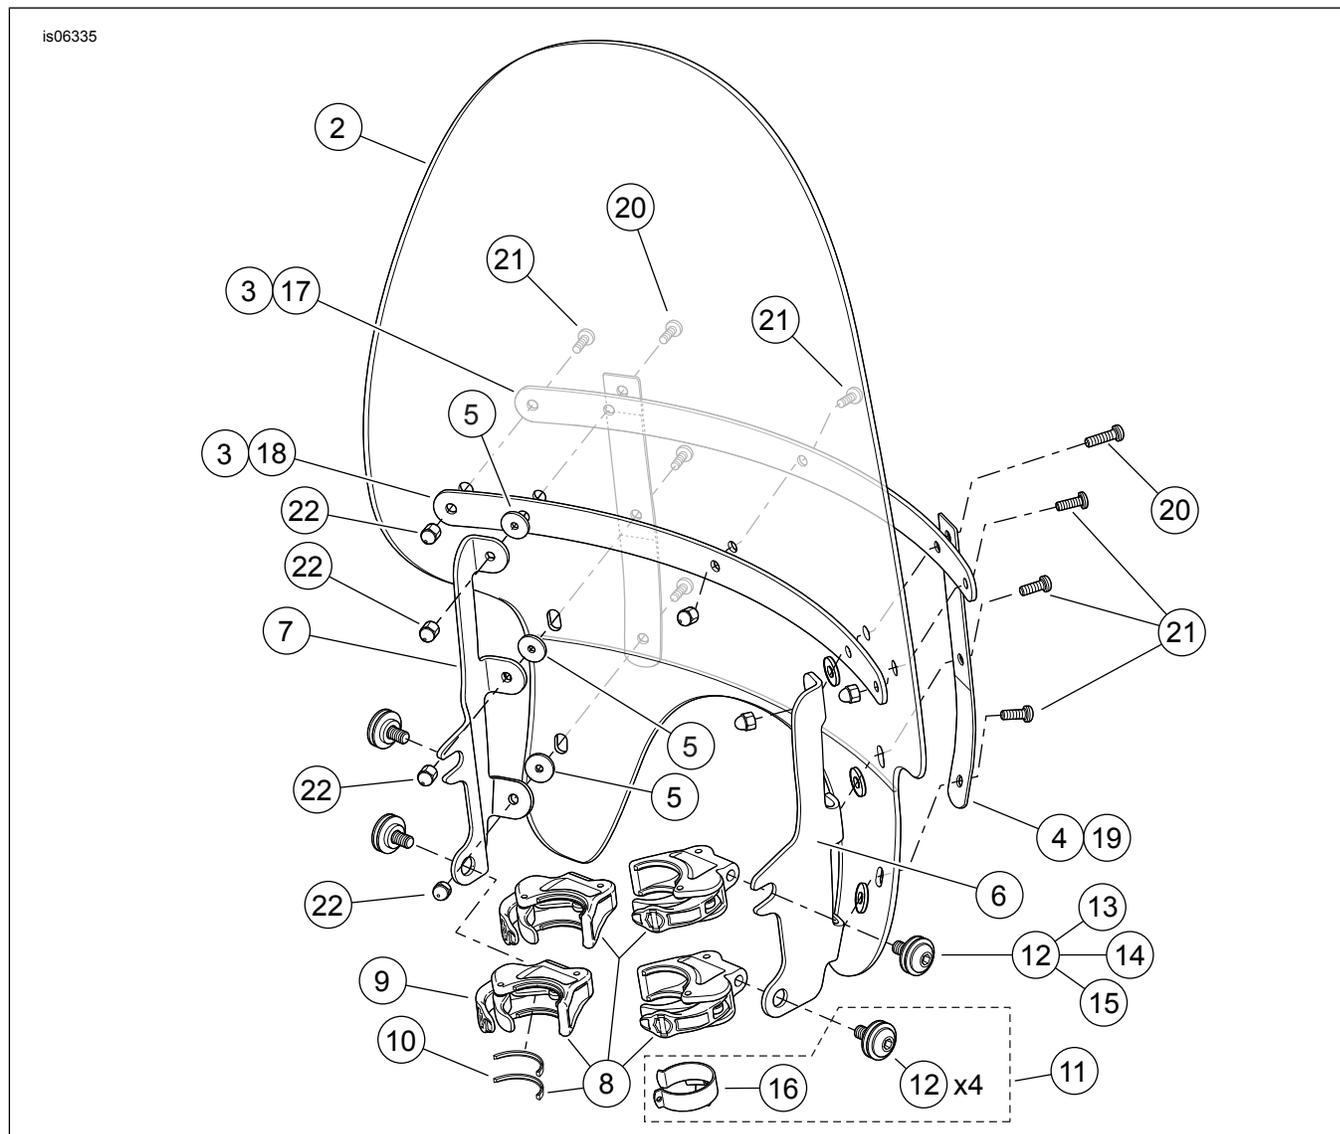

Figura 2. Parti di ricambio, parabrezza a sgancio rapido XL1200X
Vedere Figura 2 e Tabella 2.
2. Vedere Figura 2 Rimuovere i gruppi dei morsetti (8) e il kit di bulloneria (11) dall'imballaggio e separare le parti simili per prepararsi al montaggio.
3. **Tutti i kit.** Centrare il parabrezza attorno al faro anteriore e assestare in sede i morsetti sulle canne della forcella. Vedere Figura 2 Inserire il fermo del cavo del comando del gas (16) attorno alla canna di destra della forcella e disporre i cavi del comando del gas attraverso l'apertura della guida.